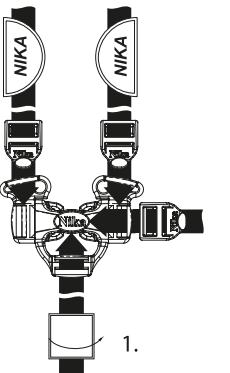

рис. 2 Крепление ремней безопасности
- Закрепить боковые страховочные ремни, используя пряжки (см. рис. 2);
5.1. Во избежании травм, связанных с выпадением ребёнка из коляски, всегда используйте ремень безопасности (рис. 2).